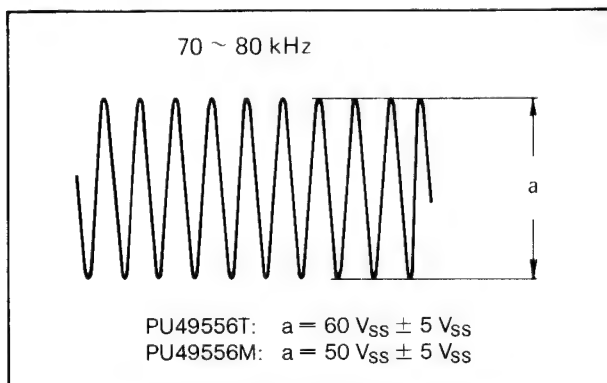

Bild 3-34
3. Tastkopf an TP 5, mit R 70 bei Kennbuchstaben T  $60 V_{SS}$  und bei Kennbuchstaben M  $50 V_{SS}$  einstellen (Bild 3-34).